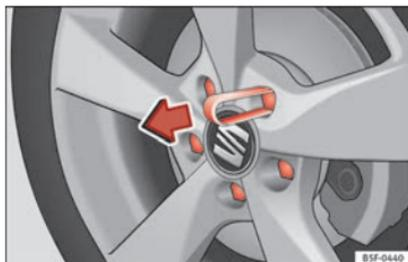

Fig. 65 Pincez pour extraire les capuchons des boulons de la roue.
- Encastrer la pince en plastique (outillage de bord) sur le capuchon jusqu'à ce qu'elle s'emboîte » fig. 65.